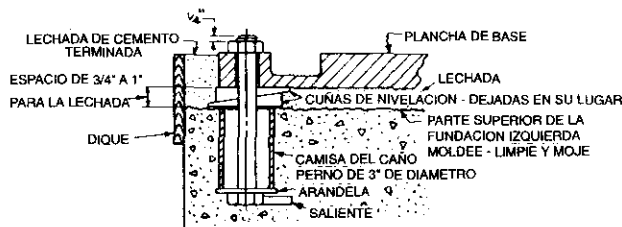

Fig. 3-2
Debería hacerse una plantilla para colocar en posición y mantener los pernos de la fundación en su lugar al verter el concreto. La ubicación y tamaños de los orificios de los pernos se muestran en el dibujo certificado del contorno provisto al comprador. Cada perno se instala en una camisa del caño, el diámetro interior del cual debería ser tres veces el diámetro exterior del perno. La camisa del caño permite ajustes menores en el espaciado de los pernos después que la fundación esté en su lugar (Fig. 3-2). Dos métodos usados comúnmente para asegurar y evitar que los pernos giren son:
- a. Se coloca una arandela entre la cabeza del perno y la camisa del caño con una saliente soldada a la cabeza del perno (Fig. 3-2).
Rellene con desechos entre los pernos de la fundación y las camisas para evitar que el concreto penetre mientras se está vertiendo la fundación. Los pernos de la fundación deben ser suficientemente largos como para permitir una lechada de 3/4" a 1" debajo de la plancha de base (Fig. 3-2). Cuando la bomba esté nivelada, los pernos deberían extenderse 1/4" a través de las tuervas. Deje que la superficie superior de las fundaciones sea rugosa para la adherencia de la lechada.
2. Lechada - Construya un dique de tabla de madera alrededor de la fundación a la altura deseada para la lechada terminada (Vea Fig. 3-2). Para la lechada se debería hacer una mezcla de una parte de cemento portland a dos partes de arena limpia con suficiente agua como para mezclar hasta una consistencia cremosa espesa. Moje la parte inferior de la plancha de base y la parte superior de la fundación, luego vierta la lechada a través de los orificios en la plancha de base. Revuelva completamente la lechada durante el vertido para evitar bolsillos de aire y zonas huecas. Quite el dique de tablas y termine la lechada como desee, después de que la misma se haya asentado suficientemente. Retire los pernos de la fundación, cuando la lechada se haya endurecido, generalmente después de 48 horas aproximadamente.